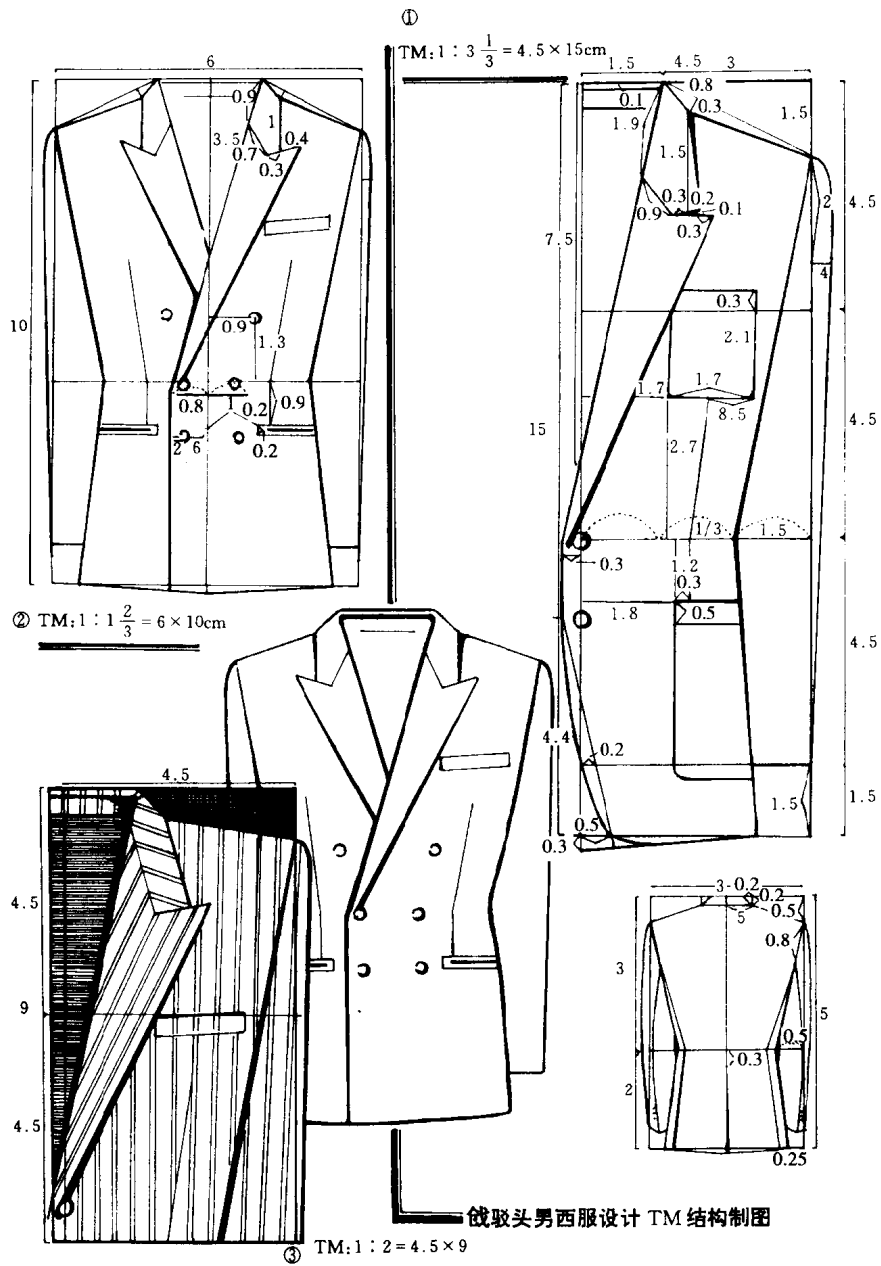

图 8-1-5
① TM 定律: $1:3\frac{1}{3} = 4.5 \times 15 \text{ cm}$ ② TM 定律: $1:1\frac{2}{3} = 6 \times 10 \text{ cm}$ ③ TM 定律: $1:2 =$
4.5×9 (图 8-1-5)。